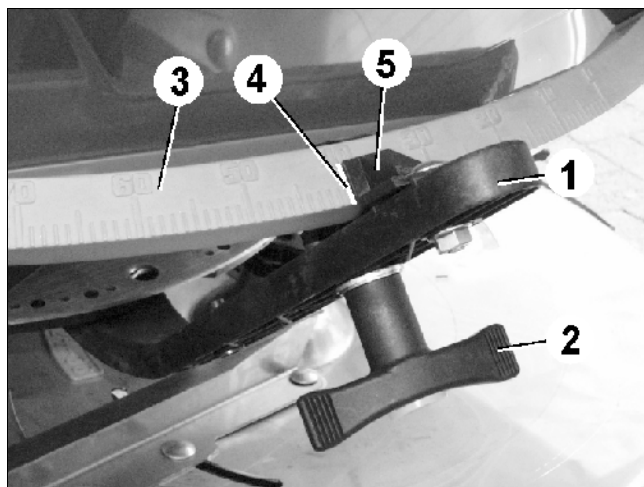

Fig. 100
- El ajuste de cantidad resulta entonces según la tabla de esparcido mediante la palanca de maniobra (Fig. 100/1).
- Aflojar tuerca de mariposa (Fig. 100/2).
- Buscar la posición requerida en la escala (Fig. 100/3).
- Ajustar el borde de lectura (Fig. 100/4) del índice de la palanca de maniobra (Fig. 100/5) al valor de escala.
- Nuevamente ajustar fuertemente la tuerca de mariposa (Fig. 100/2).